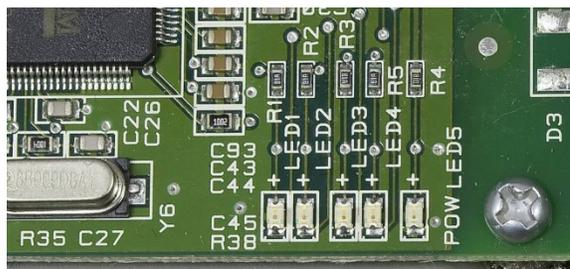

Figura 3-35: Posizione dei LED per i dati ACM500 (sopra) e dettaglio (sotto)
6. Controllare i LED sulla scheda madre dell' ACM come mostrato in Figura 3-35. I LED Lampeggeranno se l' ACM500 è connesso correttamente e l' IND500x/IND560x programmato correttamente.